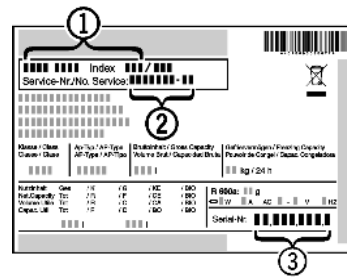

Fig. 32
- ▶ Считать обозначение устройства *Fig. 32 (1)*, сервисный номер *Fig. 32 (2)* и серийный номер *Fig. 32 (3)* с заводской таблички. Заводская табличка находится внутри устройства слева.